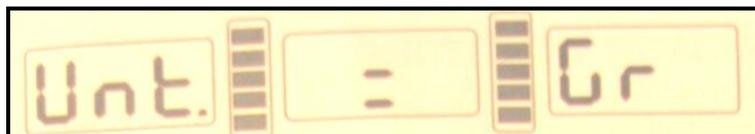

Рис. 12-1
12.1 Нажать кнопку STOP и кнопку a+ или a-, см. рис. 12-1, в качестве первоначальной единицы установлен грамм.